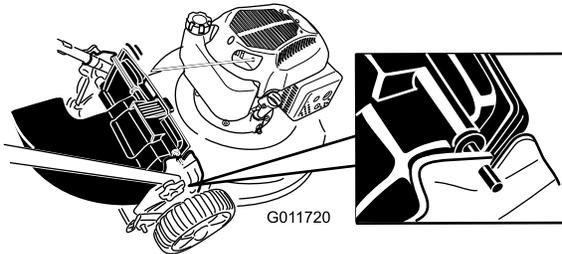

Figure 16
4. Insérez la tige du déflecteur d'éjection arrière dans les crans de la tondeuse (Figure 16).